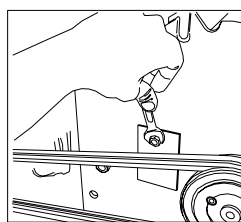

Fig. 17
- Démontez la platine de couverture zinguée (fig. 17) .